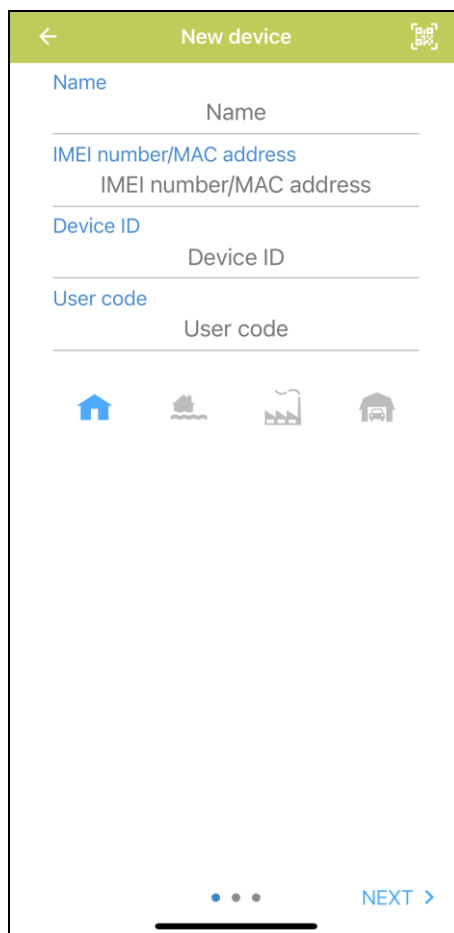

Fig. 6. Application PERFECTA CONTROL (iOS): écran d'ajout d'un nouveau système d'alarme.
4. L'écran d'ajout d'un nouveau système d'alarme s'affiche (fig. 6).